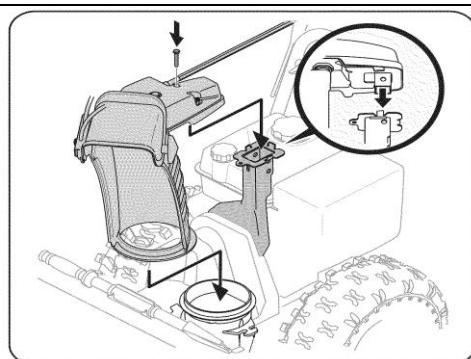

Рис.4
4. Установите желоб на основание и заведите шестигранным концом тягу управления желобом под панель управления. Установите шестигранный болт, снятый на предыдущих шагах, но не фиксируйте барабанной гайкой. (См. Рис. 4).